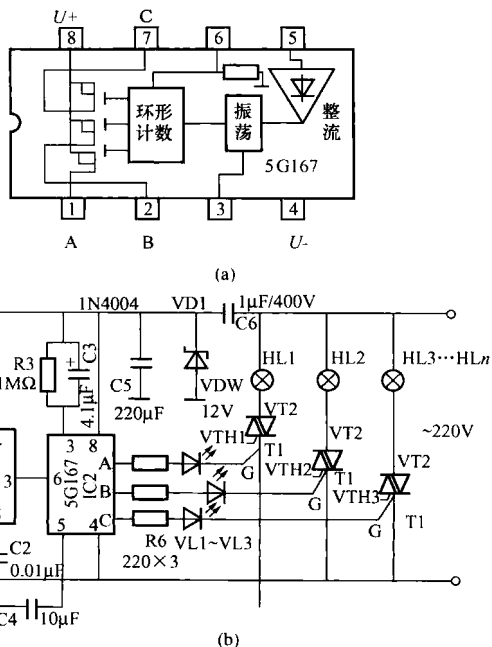

图 1-5 音乐同步多变态彩灯控制电路
本文介绍一款音乐同步多变态彩灯控制器，电路如图 1-5 所示。
电路工作原理：该彩灯控制器采用的集成电路 IC2 是一种新颖的音箱专用 LED 装饰彩显驱动集成电路。集成电路内部功能方框图及引脚排列如图 1-5 (a) 所示。交流音频信号电压由第⑤脚输入，经整流放大，然后去控制压控振荡器的振荡频率，再通过三位环形计数器分配成三路并随音频信号电压变化的环形脉冲驱动信号由 A、B、C 端 (①、②、⑦脚) 输出，驱动发光二极管以 A→B→C 的顺序循环发光 (在第⑥脚为低电位时)。集成电路第⑥脚为输出顺序方向控制端，当第⑥脚为高电位时，集成电路输出端从 C→B→A 顺序循环驱动发光。第③脚外接 RC 阻容电路，以确定压控振荡静态时的 (指⑤脚没有音频信号输入) 振荡频率，通过调整 RC 的阻容可以改变集成电路在输入为静态时的循环变化速率。集成电路第⑤脚为音频信号输入端，从该脚输入的音频信号可以改变集成电路压控振荡器的频率。当音频信号幅度增大时，集成电路输出端变化速率加快，反之彩灯循环变化速率减慢，所以彩灯循环变化的节奏非常迷人。
彩灯控制器电路原理如图 1-5 (b) 所示。555 集成电路 IC1 与外围阻容元件 R1、R2、C1 组成无稳态定时电路，以一定频率的占空比去控制 IC2 选向端⑥脚，以改变彩灯循环发光的顺序。随着无稳态电路不断翻转，彩灯的循环方向不断交替变换。
元器件选择：集成电路 IC2 可选用 5G167、D9031、D9032 型音箱专用灯饰集成电路，其他元件按图 1-5 中标注选用即可。